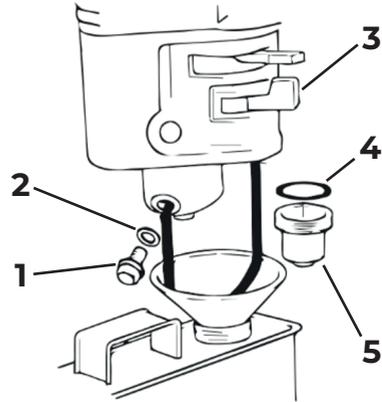

Рисунок 16. Обслуживание фильтраотстойника
3. Открутите болт 1 сливного отверстия и слейте топливо из поплавковой камеры карбюратора (Рис. 16).
4. Открутите стакан отстойника 5, вылейте из него топливо в заранее подготовленную емкость (Рис. 16).